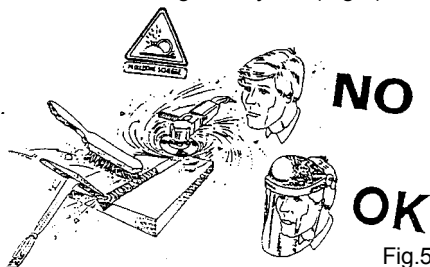

Fig.5
• Durant les travaux mécaniques de broyage, brossage, martelage, etc. des pièces soudées, toujours porter des lunettes de protection avec des verres transparents pour éviter les éclats et autres particules étrangères pouvant endommager les yeux (Fig.5).